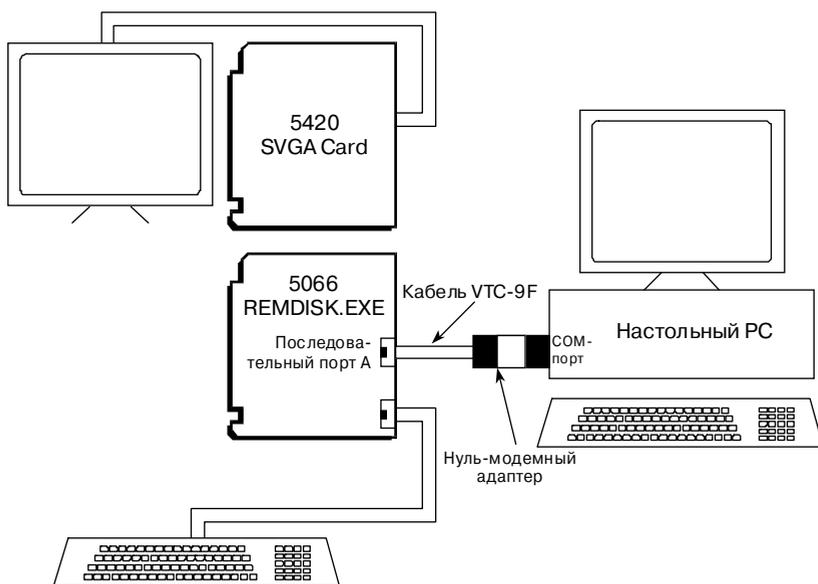

Рис. 10-1. Загрузка файлов на диск модуля 5066 с установленным видеоадаптером.
1. Выполните присоединения оборудования согласно схеме, приведенной на рис. 10-1.
1. Выполните присоединения оборудования в соответствии со схемой, приведенной на рис. 10-1.
1. Выполните присоединения оборудования и загрузку соответствующего программного обеспечения для каждой системы в соответствии со схемой, приведенной на рис. 10-1.